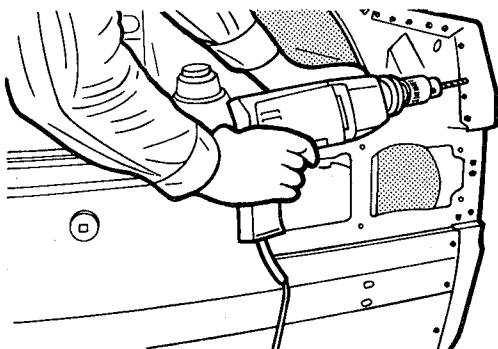

fig. 121
9. Furar os pontos de solda na canaleta de escoamento de água, e no painel traseiro, para evitar danos quando forem removidos os restos do painel (fig. 121)